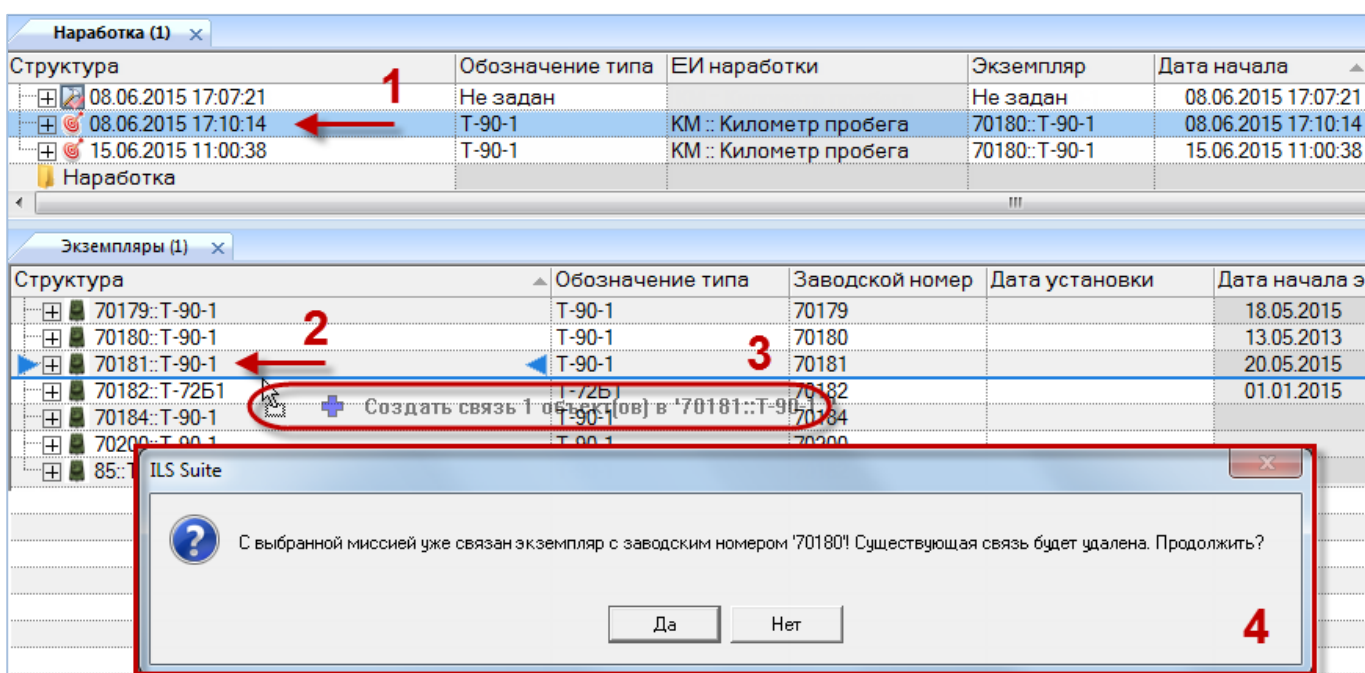

Рис. 25-25 – Перемещение миссии/коррекции на экземпляр ФИ
2) Выбрать миссию или коррекцию в рабочем окне «Наработка» (1 на рис. 25-25).
3) Переместить миссию или коррекцию из окна «Наработка» на экземпляр ФИ в рабочее окно «Экземпляры» или «Избранные экземпляры ФИ» (3 на рис. 25-25).
4) Если миссия/коррекция уже связана с другим экземпляром ФИ, появится предупреждающее сообщение (4 на рис. 25-25).